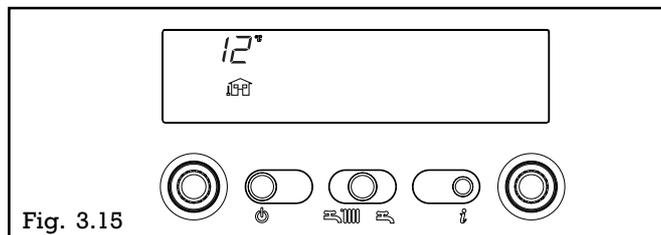

Fig. 3.15
**Info 1** affiche la température extérieure (ex. 12°C) uniquement si la sonde extérieure est branchée (fig. 3.15).